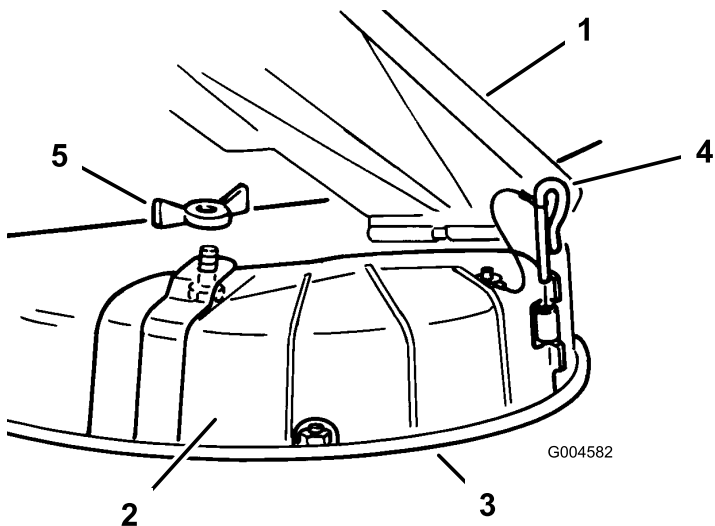

Figure 25
3. Soulevez le déflecteur d'herbe et placez l'obturateur d'éjection sur l'ouverture et le bord inférieur du carter du plateau de coupe, avant de l'insérer dans la charnière avant (Figure 25).
4. Insérez l'axe dans la charnière (Figure 25).
5. Fixez l'obturateur d'éjection à la tondeuse à l'aide de l'écrou à oreilles (Figure 25).